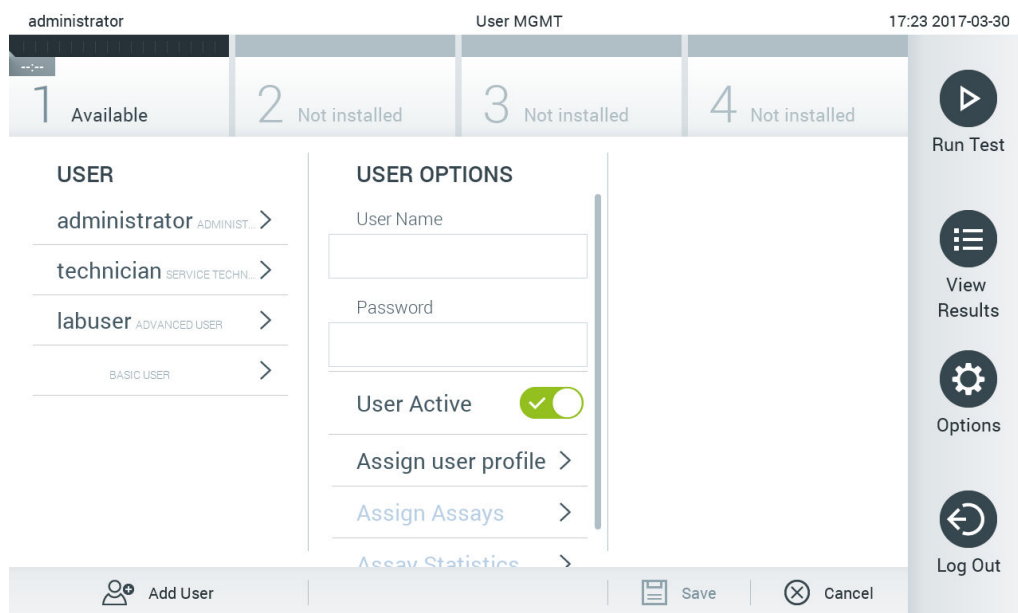

Рис. 63. Додавання нового користувача.
1. Натисніть кнопку Options (Параметри), а потім – User Management (Керування користувачами), щоб налаштувати користувачів. Екран User Management (Керування користувачами) з'явиться в області вмісту дисплея (рис. 63).